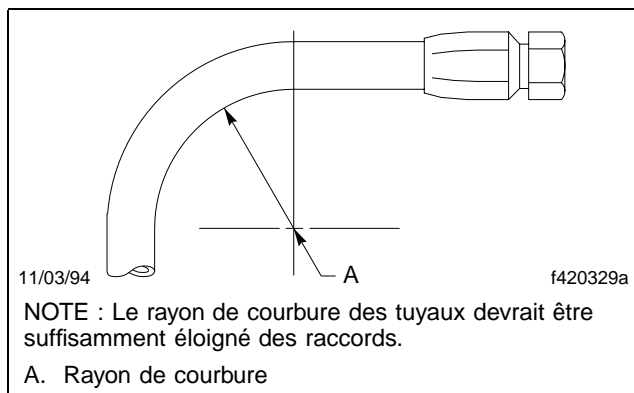

Fig. 11.14, Rayon de courbure
- 29.8 Vérifiez les rayons de courbure minimaux de tous les tuyaux. Le rayon minimal de courbure d'un tuyau est la courbure que le tuyau peut prendre sans être soumis à des contraintes susceptibles de l'endommager ou de le comprimer. Consultez la **Fig. 11.14**. Pour avoir les rayons de courbure minimaux, consultez le **Groupe 42** du manuel de service *Heavy-Duty Trucks Service Manual*.